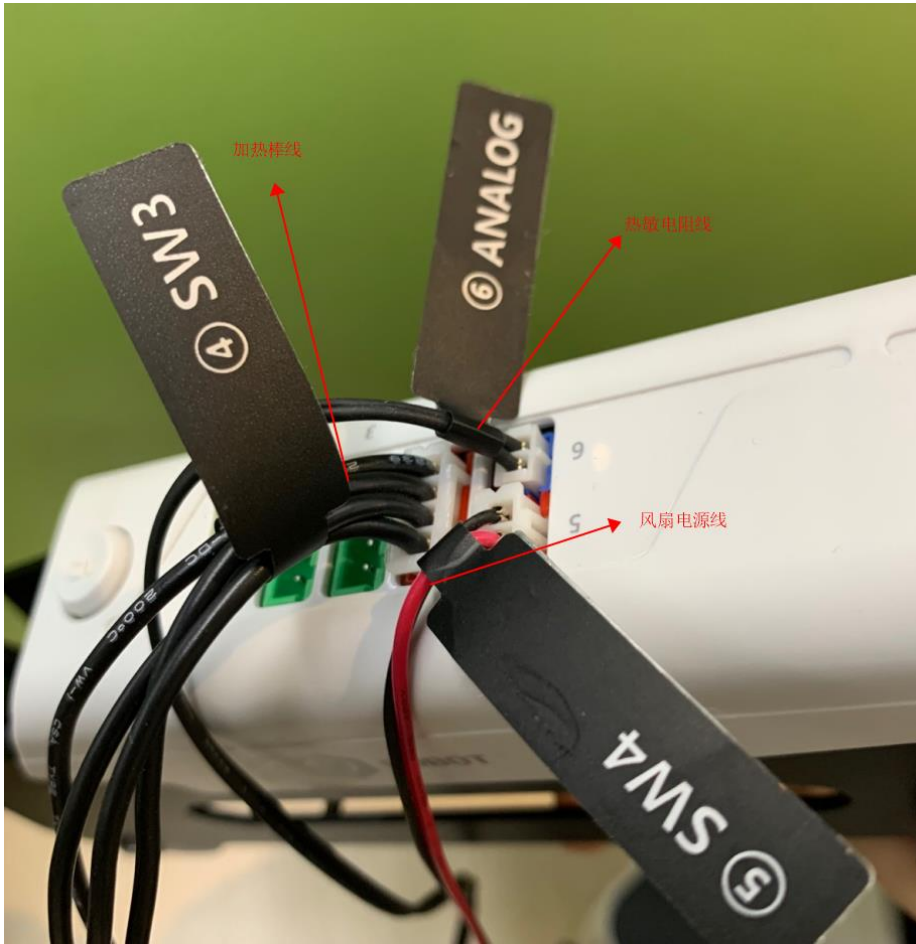

图 5.103 小臂接线示意图
**步骤 5** 将加热棒电源插入小臂界面“SW3”，风扇电源线插入小臂界面“SW4”，热敏电阻线插入小臂界面“ANALOG”，如图 5.103所示。